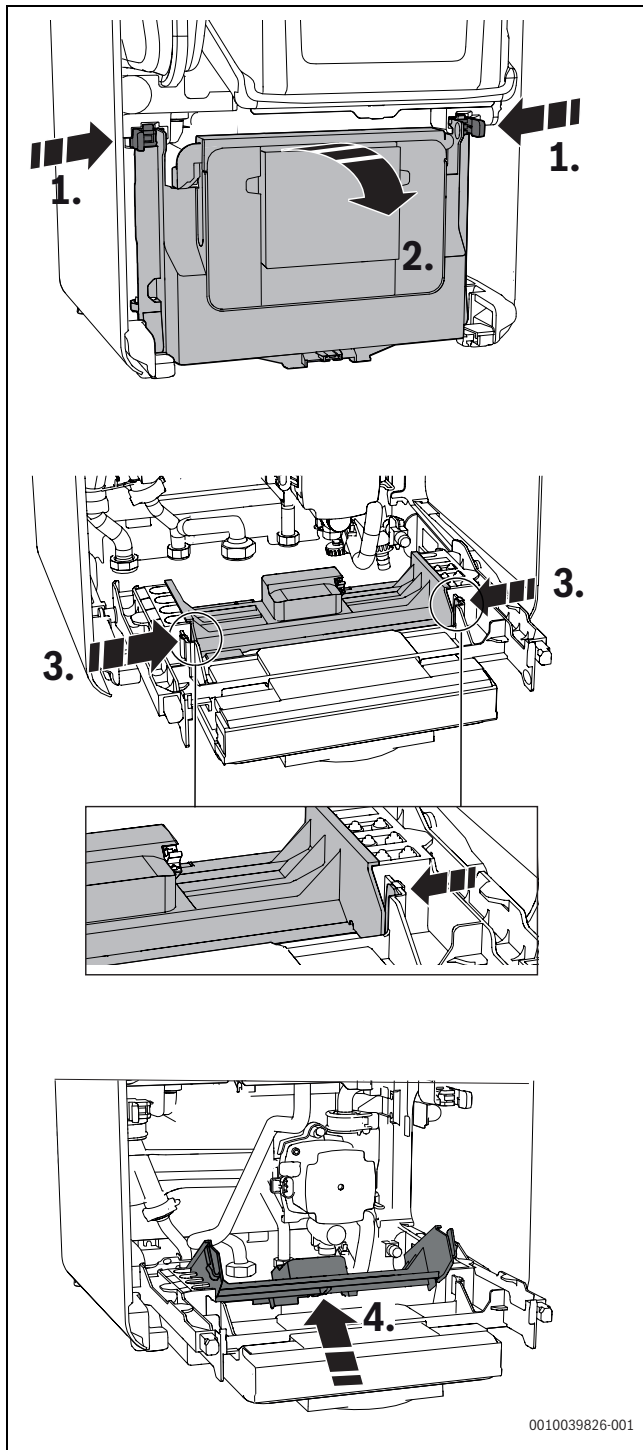

Bild 43 Steuergerät öffnen
- ▶ Steuergerät nach unten klappen (→ Bild 43).